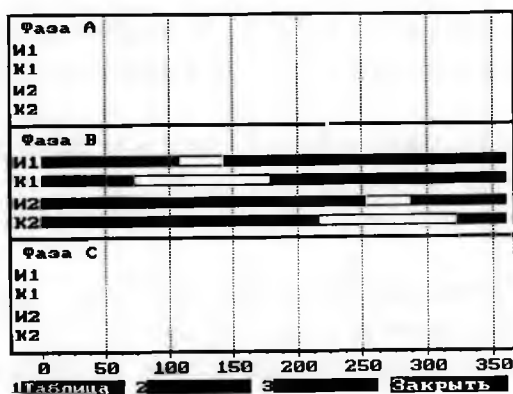

Рис. 10.24
10.6.3. Если во время проведения замера имели место видимые сбои, то замер не сохранять, а повторить заново. Для этого выбрать **Нет** и прибор перейдет в режим ОЖИДАНИЕ ПУСКА. Если видимых сбоев во время измерения не произошло, то замер нужно сохранить. Для этого выбрать **Да** и текущий замер будет сохранен, а на дисплей будет выведена круговая диаграмма (рис.10.24).